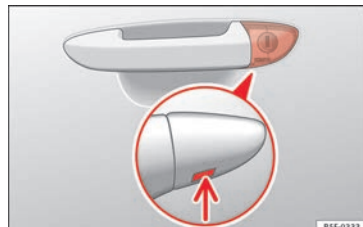

Fig. 3 Poignée de la porte du conducteur : barillet de serrure caché.
- Introduisez le panneton dans l'ouverture inférieure du cache de la poignée de la porte du conducteur » » fig. 3 (flèche) et soulevez le cache. » »